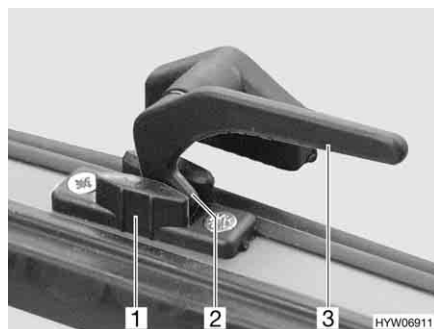

Bild 49 Verriegelungshebel in Stellung "Dauerbelüftung"
- in Stellung "Dauerbelüftung" (Bild 49)
- Den Verriegelungshebel (Bild 49,3) eine viertel Umdrehung zur Fenstermitte hin drehen.
- Den Verriegelungshebel wieder zurückdrehen. Die Verriegelungsnase (Bild 49,2) dabei in die Aussparung der Fensterverriegelung (Bild 49,1) einfahren.